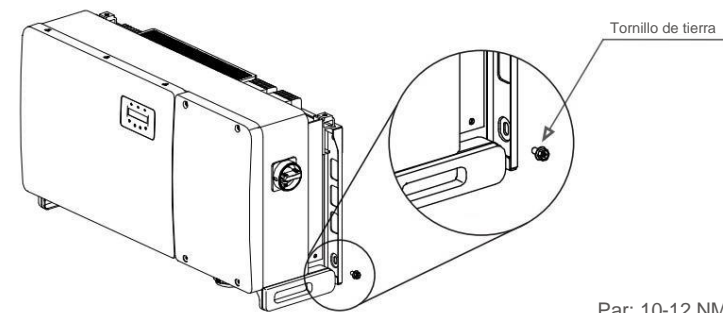

Figura 3.17 Cable fijo
- 6) Conecte el cable de tierra al punto de tierra del disipador térmico y apriete el tornillo de tierra, el par es de 10-12 Nm (ver figura 3.17).